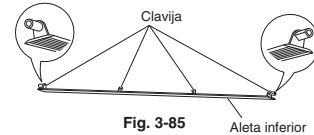

Fig. 3-85
- Vuelva a montar la aleta inferior. (Al volver a montar la aleta, no puede girarse en posición inversa porque los pasadores que se encuentran a izquierda y derecha de la aleta tienen una forma diferente. (Fig. 3-85))